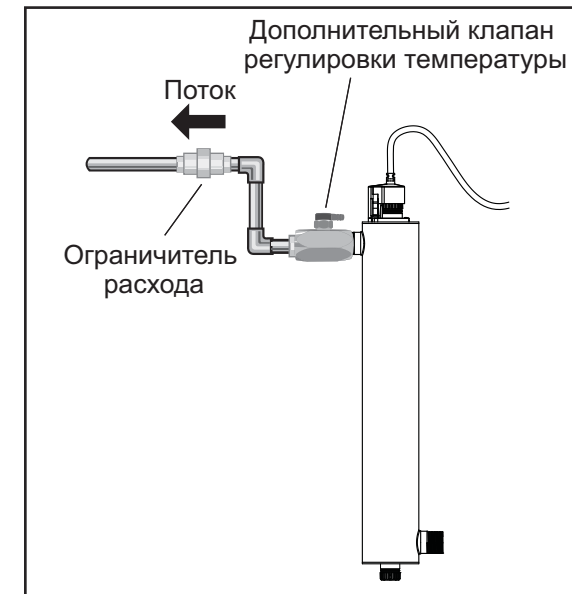

Рисунок 5 Ограничитель расхода
- Установите систему на стену, используя соответствующий крепеж. Можно использовать различные методы подключения к водоснабжению системы, однако рекомендуется использование соединительных разъемов. Использование ограничителя расхода помогает поддерживать номинальную пропускную способность, указанную производителем. Ограничитель расхода следует установить на выходной порт, и он предназначено для установки только в одном направлении. Убедитесь, что направление потока воды соответствует указанному на ограничителе. См. Рисунок 5.